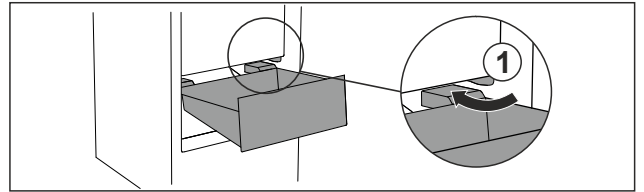

Fig. 73
- ▶ Schubfach schräg um die Stopfer Fig. 73 (1) herumführen.